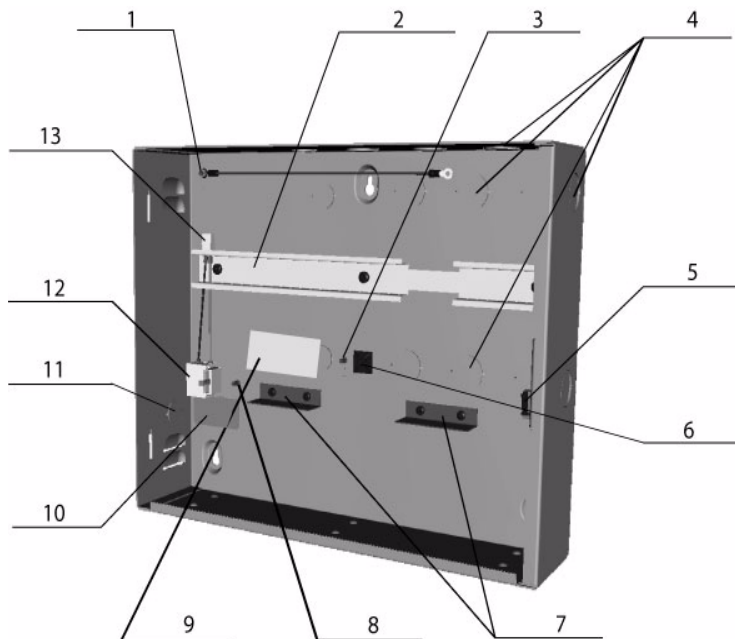

Figura 1 Piezas de la carcasa
1. Monte el AMC en el carril (elemento **2** de *Figura 1*) y reserve la fuente de alimentación.